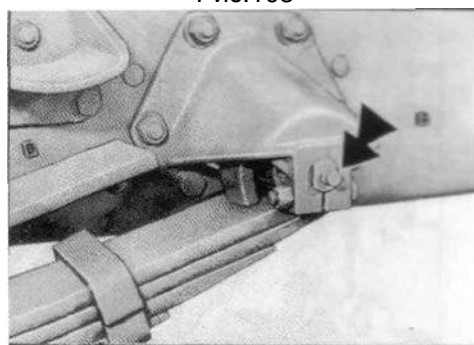

Рис.104
**Смазка пружинного штифта рессоры (рис. 104)**